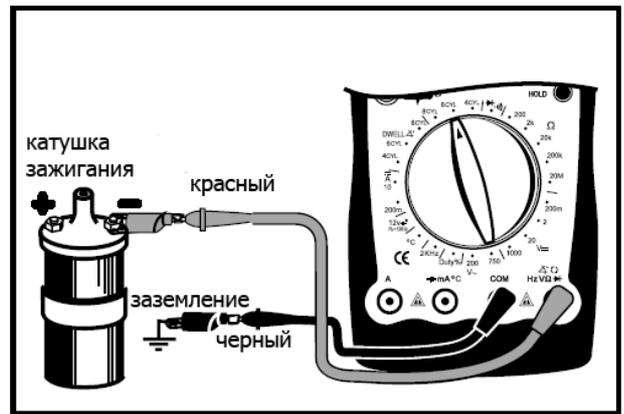

Рис. 8
G. Измерение скорости вращения двигателя ("RPMx10") (см. рис. 8)